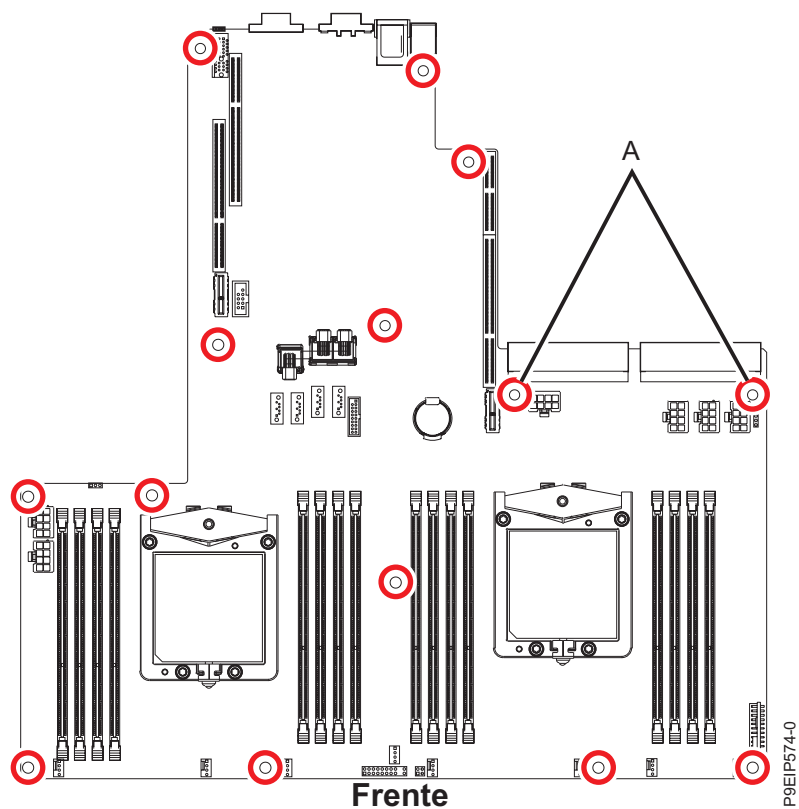

Figura 38. Locais dos parafusos. Os dois parafusos em **(A)** são um pouco mais longos.
10. Remova os 14 parafusos do painel traseiro do sistema. Os locais dos parafusos são mostrados na Figura 38 na página 40.